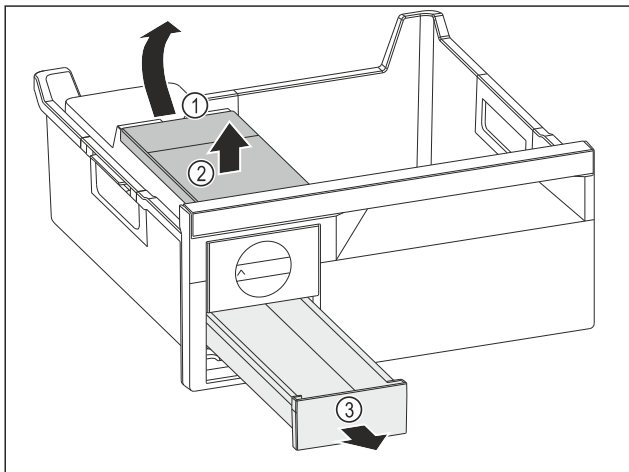

Fig. 73
- Odobratie nádržky na vodu: Nádržku na vodu nadvihnite za vybranie Fig. 73 (1).
- Nádržku na vodu Fig. 73 (2) odoberte smerom nahor.
- Zásuvku na kocky ľadu Fig. 73 (3) odoberte smerom nahor.